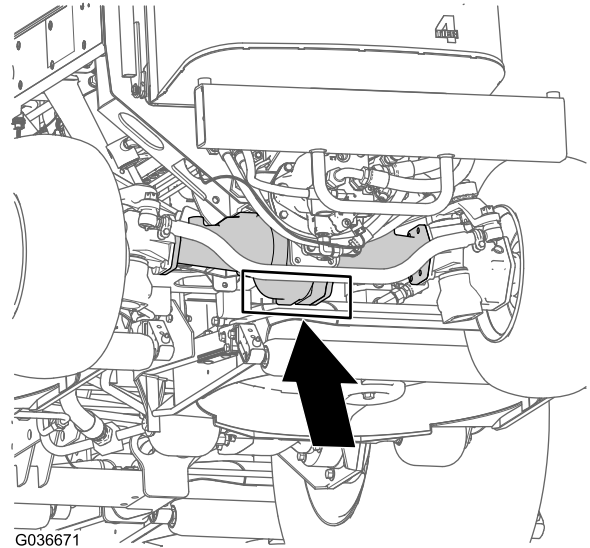

Figura 71
**Na parte traseira da máquina** – no centro do eixo (Figura 71)